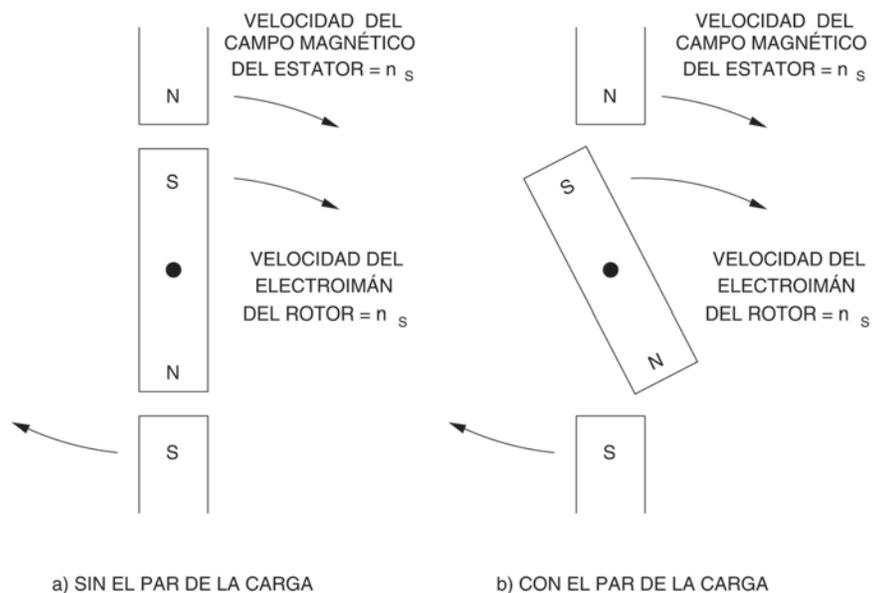

Figura 5-5. Efecto del par de la carga sobre la posición del rotor de un motor sincrónico.
Una de las características más importantes del motor sincrónico trifásico visto en el ejercicio anterior es que su velocidad de rotación es igual a aquella del campo magnético giratorio del estator (velocidad de sincronismo  $n_s$ ). Cuando el motor sincrónico funciona sin el par de la carga, el electroimán del rotor se ubica de manera que sus polos magnéticos resulten alineados con aquéllos del campo magnético giratorio, como lo muestra la Figura 5-5 (a). Sin embargo, cuando se aplica el par de la carga al motor sincrónico, el electroimán del rotor cambia de posición con respecto al campo magnético giratorio, o sea, el rotor se atrasa con relación a dicho campo, como lo ilustra la Figura 5-5 (b).
3. El motor sincrónico de la Figura 5-5 sale de sincronismo cuando el rotor se encuentra a